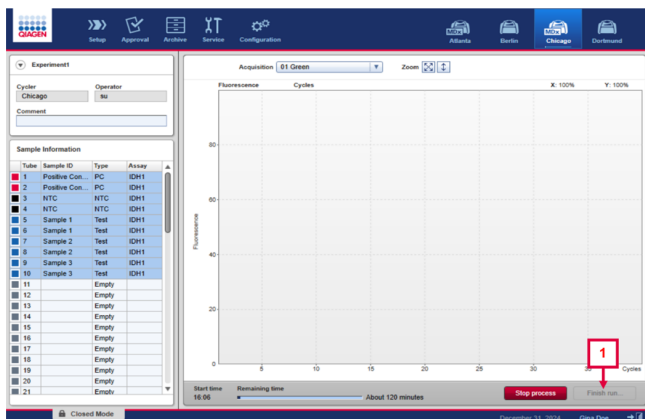

Abbildung 14. Beispiel für das Fenster „Cycler Environment“ (Umgebung „Thermocycler“). Kasten 1 kennzeichnet die Schaltfläche **Finish run**.
13. Klicken Sie nach Abschluss auf **Finish run** (Lauf beenden), um den Lauf freizugeben und zu genehmigen (Abbildung 14, gekennzeichnet durch Kasten 1).